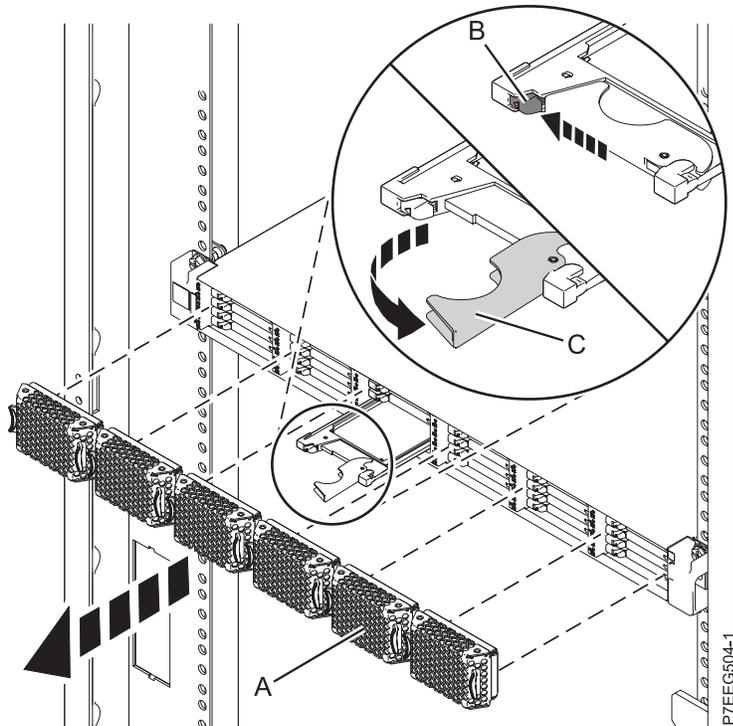

図 17. EDR1 PCIe ストレージ・エンクロージャからのソリッド・ステート・ドライブの取り外し
1. ソリッド・ステート・ドライブが取り付けられている slot を覆っているベゼル (A) を引いて取り外します。29 ページの図 17 を参照してください。
2. リリース・ラッチ (B) をゆっくり上にスライドさせて、ドライブ・ハンドルのロックを解除します。
3. ハンドル (C) を握って、ドライブの一部を slot から引き出します。